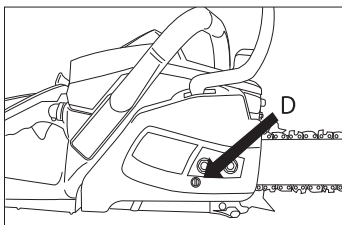

Рис. 11
1. Ослабьте гайки крепления шины (защитный кожух со щитком тормоза) и поверните регулировочный винт (D) по часовой стрелке, чтобы натянуть цепь. Поверните регулировочный винт (D) против часовой стрелки, чтобы уменьшить натяжение цепи. Убедитесь, что цепь полностью охватывает шину (рис. 11).